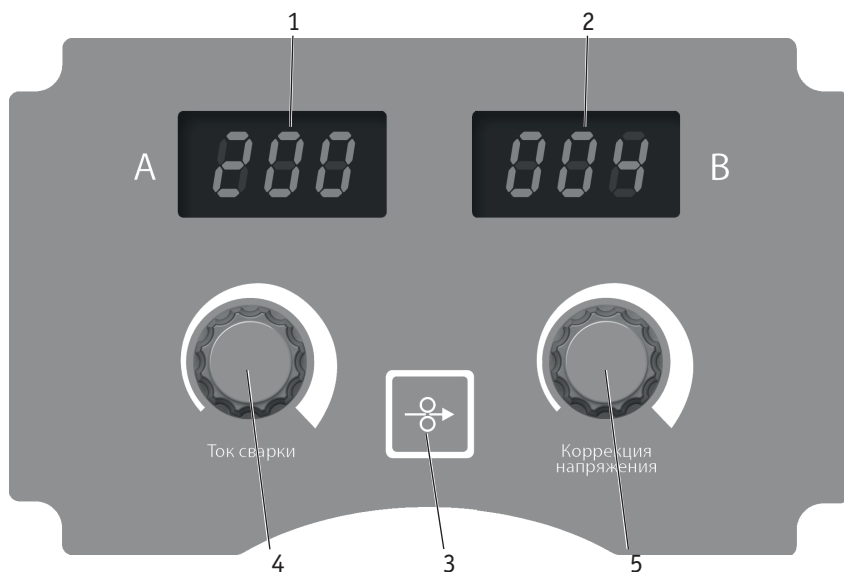

Рис. 7.3. Панель.
12. В зависимости от технологических задач откорректируйте напряжение на дуге  (п. 5, рис. 7.3).